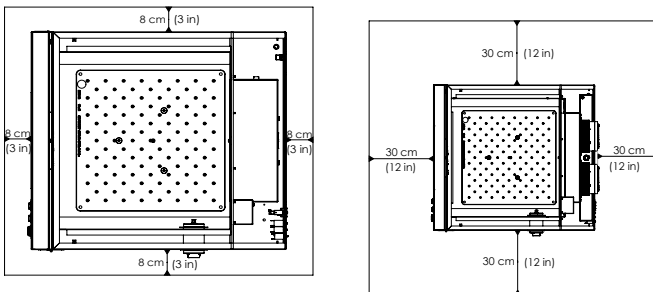

図 14: 恒温シェーカー（加熱式）（左）と冷却シェーカー（冷却・加熱式）（右）の間隔を空けた設置図。冷却シェーカー（冷却・加熱式）の上にも何もない場合は、左の画像が適用されます。
- Solaris 6000 I恒温シェーカー（加熱式）には、図 14の左側に示すように、筐体の縁からすべての4辺に対して8 cm（3インチ）の空間が必要です。
- Solaris 6000 R冷却シェーカー（冷却・加熱式）では、図 14の左側に示すように、シェーカーの上にも何もない空間がある場合は、筐体の縁からすべての4辺に対して8 cm（3インチ）間隔を空けて操作します。
- Solaris 6000 R冷却シェーカー（冷却・加熱式）の上の空間が遮られている場合は、図 14の右側に示すように、筐体の縁の周囲からすべての4辺に対して30 cm（12インチ）の空間を増やす必要があります。